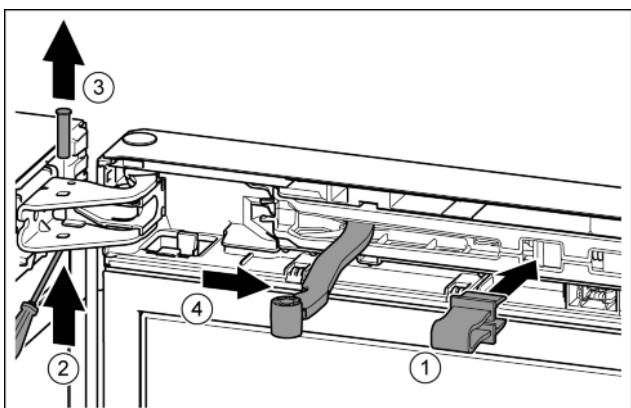

Fig. 8
- Зафиксировать предохранитель в отверстии. Fig. 8 (1)
► Выкрутить палец при помощи отвертки. Fig. 8 (2)
► Извлечь палец движением вверх. Fig. 8 (3)
► Повернуть шарнир в направлении двери. Fig. 8 (4)